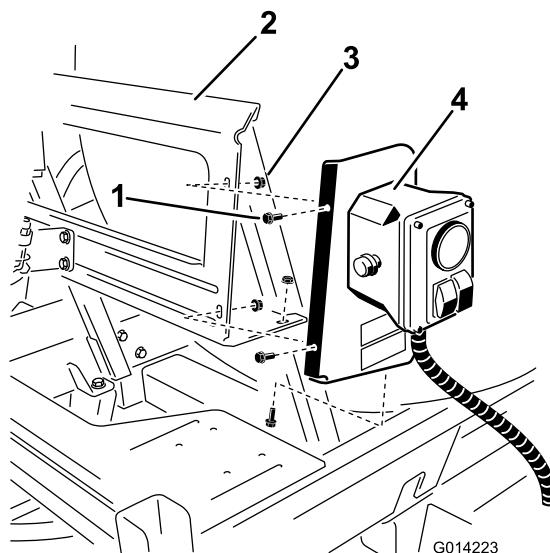

Bild 8
2. Befestigen Sie die Teile mit drei Schrauben ((1/4 x 5/8 Zoll) und drei Sicherungsmuttern ((1/4 Zoll)) an der Befestigungshalterung, wie in Bild 8 dargestellt.